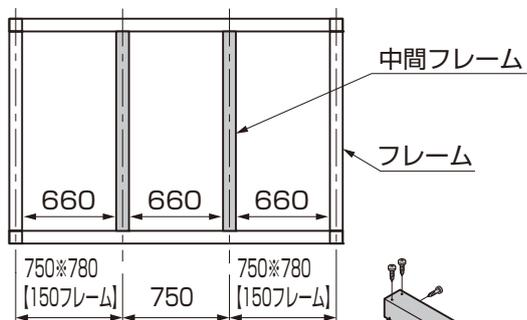

図5-7
- 中間フレームのピッチが750mmになっていることを確認してください。(図5-7参照)
②フレーム固定ネジ「φ5×16ナベドリルネジ」を外して【3-8】を取付けて再度フレームに固定してください。